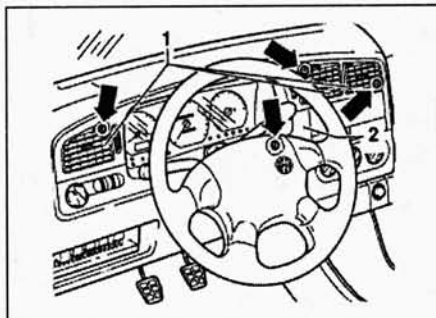

Рис. 10.7. Виты крепления декоративной накладки панели приборов (указаны стрелками) – поздние модели
- 7 Отверните три винта за дефлекторами и один за декоративной панелью, снятие которой описано в п. 5. Снимите декоративную накладку панели приборов (рис. 10.7).